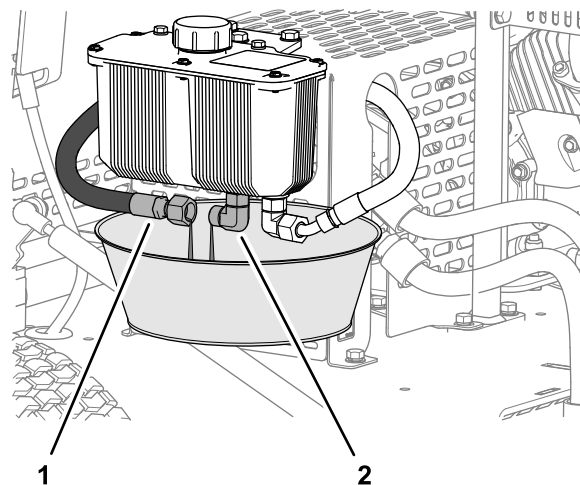

Figura 36
1. Coloque un recipiente de 2 litros de capacidad bajo el depósito hidráulico (Figura 36).
2. Retire la manguera de suministro hidráulico del acoplamiento del depósito y deje que se vacíe totalmente el fluido hidráulico (Figura 36).